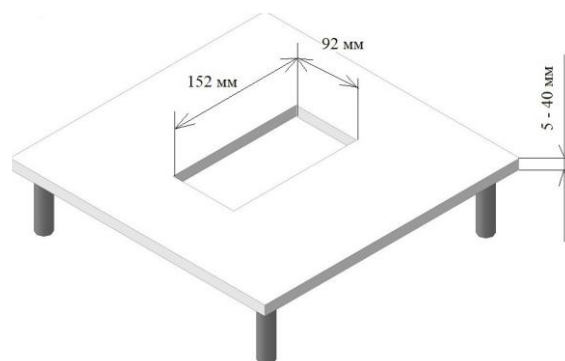

Рис. 2
1. Вырезать монтажное отверстие размером: 152 x 92 мм (рис. 2).